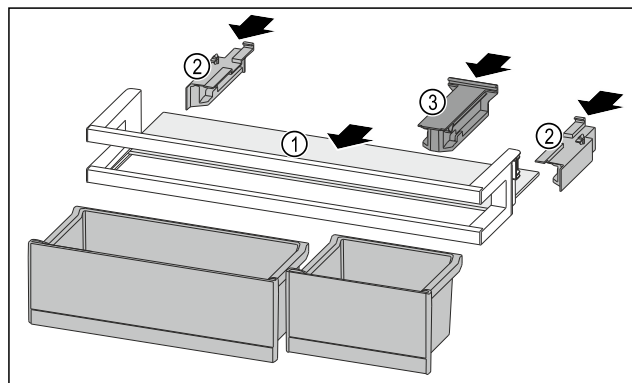

Fig. 278
- ▶ Вдвиньте съемную полку Fig. 278 (1) в боковые пазы.
- ▶ Установите боковые части Fig. 278 (2).
- ▶ Смонтируйте крепление Fig. 278 (3).